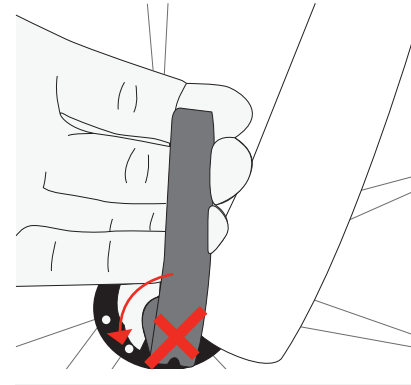

Figura 39. Asegúrese de que la leva no gira.
- Prueba B. Compruebe que la leva del cierre rápido no se puede girar (Figura 39).